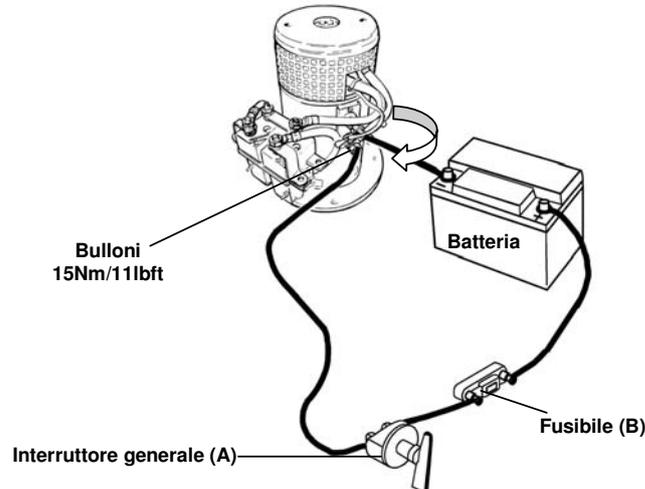

Fig. 32
Un interruttore generale (A) in grado di portare il carico senza caduta di tensione apprezzabile deve essere installato sul positivo principale, in modo tale che sia possibile escludere il propulsore indipendentemente dal resto del carico quando non c'è nessuno a bordo o in caso di emergenza. Questo deve essere installato in un posto facilmente accessibile e nelle istruzioni della imbarcazione deve essere spiegato che esso deve essere spento al pari degli altri interruttori generali dell'imbarcazione (Fig. 32).
Serrare i bulloni M8 con una coppia di 15Nm/11lbf (Fig. 32).